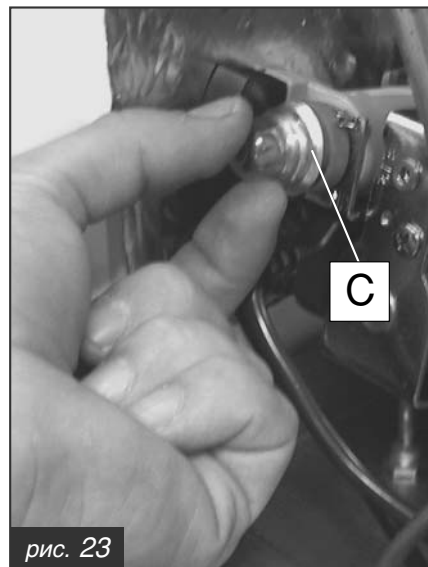

рис. 23
- снять пластиковый колпачок **С** с бобины модулятора газового клапана (рис. 23), который предохраняет винты регулировки давления;